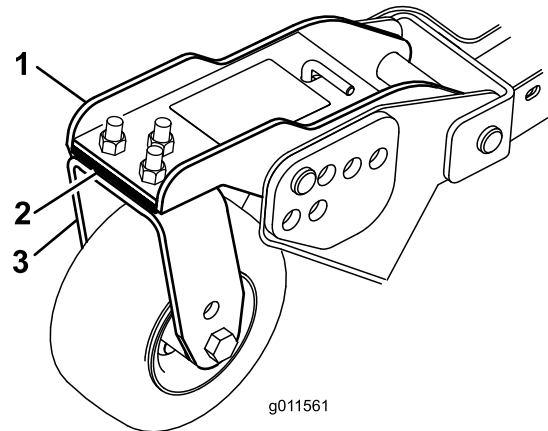

Figura 110
1. Retire os parafusos e as porcas que fixam o braço da roda à forquilha de roda (Figura 110).